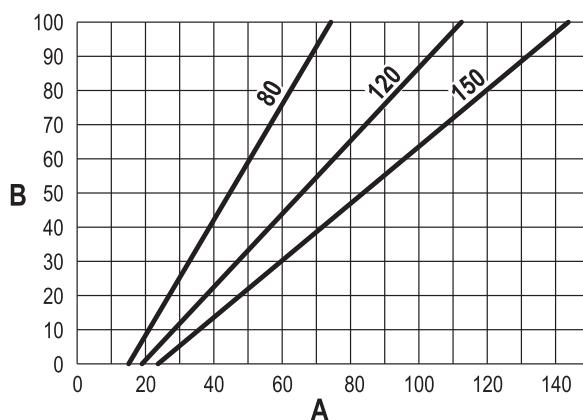

fig. 62
- Pulse las teclas **contextuales 1 y 2** para aumentar o disminuir la capacidad térmica (mínima = 00 - máxima = 100). Vea el diagrama "Regulación de la capacidad térmica" (fig. 62).